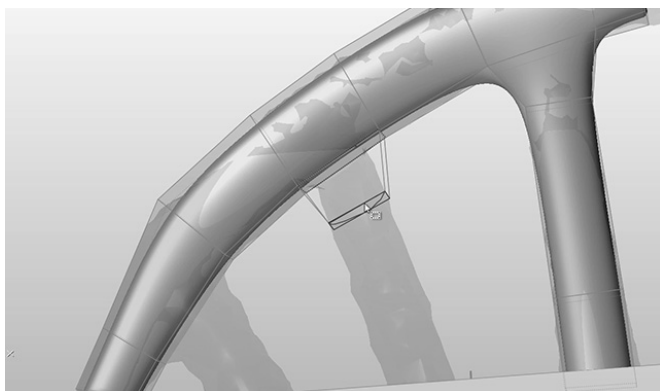

图 15-8
6) 重复前述操作来包覆顶拱中突出的支柱。将光标移至箱体的一个面上并单击，开始为每个支柱创建一个新剖面。将光标移至面上（如桥体的底座），然后单击捕捉该面，如图 15-8 所示。